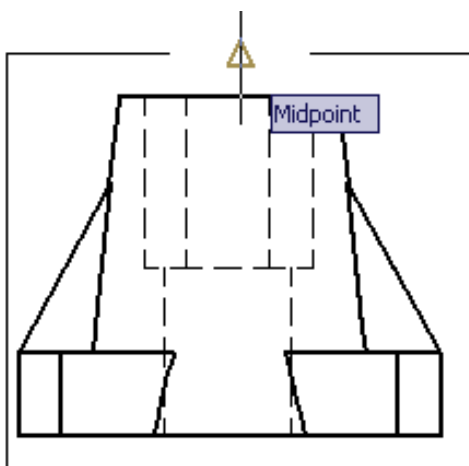

Рис. 26
**Используем «привязку» «\_mid of» - к середине верхней стороны рамки экрана вида спереди (рис.26) .**